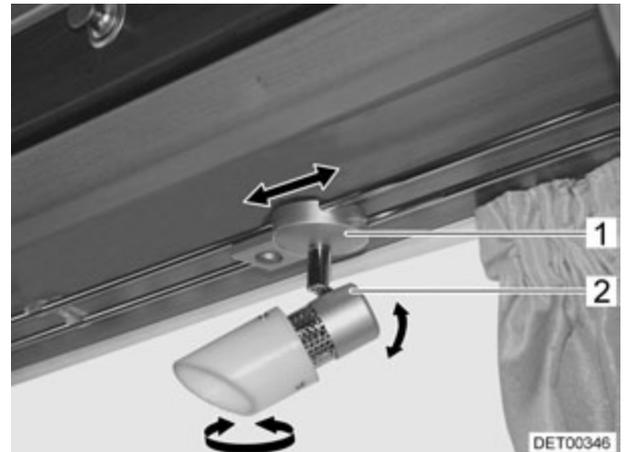

Fig. 69 Spot
- Saisir le boîtier (Fig. 69,2) et le tourner.
- Saisir le support (Fig. 69,1).